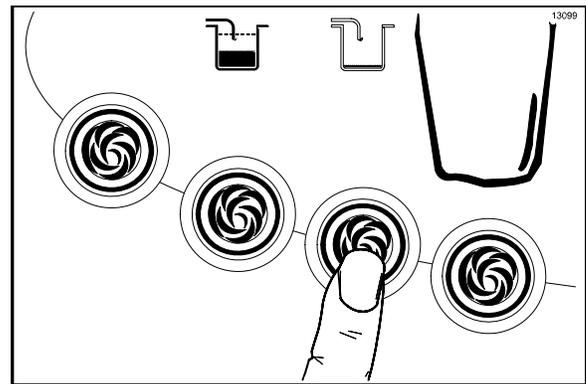

图 51
10. 按相应的糖浆口味键 ，口味符号应亮起，而且所选定口味的糖浆泵将开始以最大速度运转。（见图 51。）